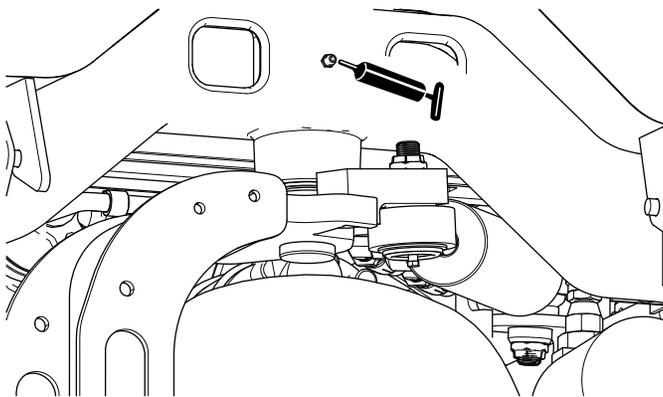

Figura 53
- Pivote de dirección (Figura 53)